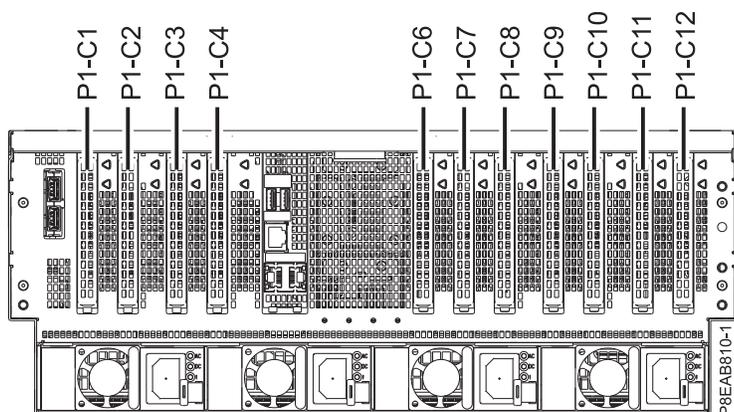

Abbildung 19. Positionen der PCIe-Adaptersteckplätze im System vom Typ 8408-44E oder 8408-E8E
1. Machen Sie sich mit den Positionen der PCIe-Adaptersteckplätze vertraut. Die PCIe-Adapter werden an der Rückseite des Systems installiert. In Abb. 19 werden die Positionen der PCIe-Adapter in einem System vom Typ 8408-44E oder 8408-E8E angezeigt.